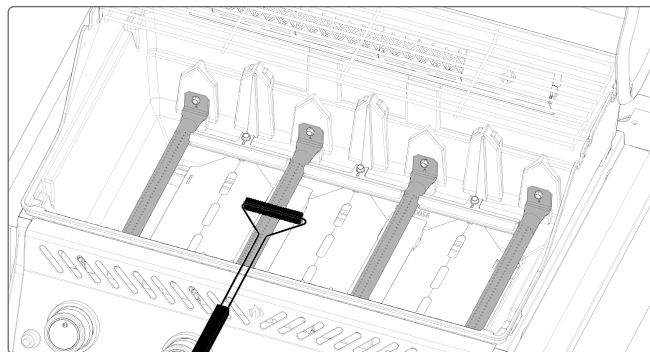

Fig. 10
4. Verwijder de grillplaten en borstel vuil van de branders met een borstel (**Afbeelding 10**)